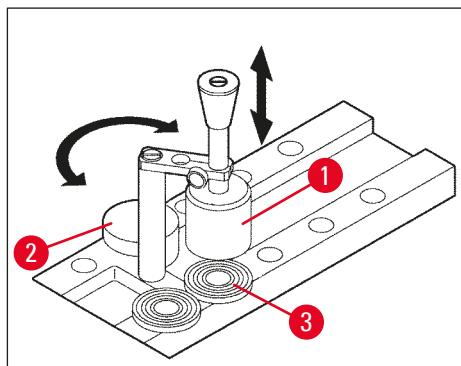

Рис. 14
- Вложите диск для образца с образцом в одно из 10 отверстий в полке быстрого замораживания (—> "Рис. 14") и заморозьте образец.